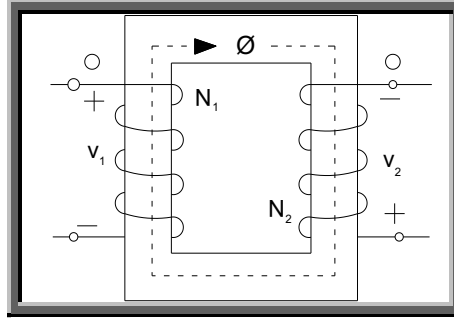

Figura 1.6. Principio del transformador
- **Transformadores:** transforma una carga eléctrica de entrada (CA) considerando magnitudes de tensión y de corriente en otra energía eléctrica de salida con magnitudes diferentes [2].
- Los transformadores son máquinas eléctricas que tienen únicamente acceso eléctrico por ello son máquinas estáticas, ver Figura 1.6 [2].